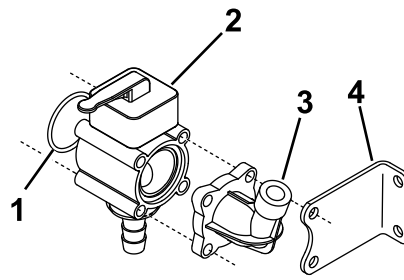

図 4
- ねじ山付きロッド（4本）と捨てないでおいたヒラワッシャおよびナットを使って、Oリング、手動バルブ・アセンブリ、先ほど外した水圧計ポート、およびスタビライジング・ブラケットを取り付ける図 4。